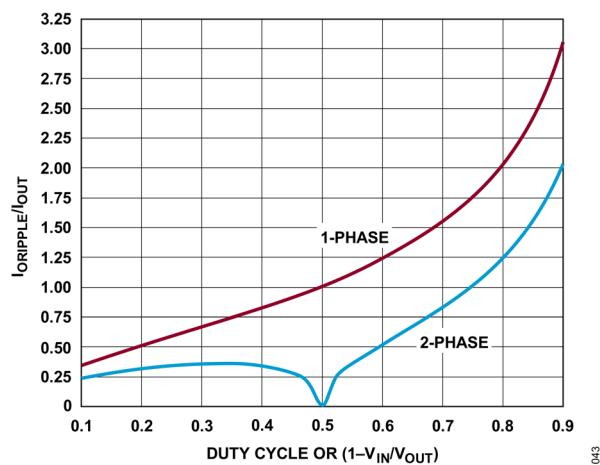

図43. 昇圧コンバータの正規化された出力コンデンサ・リップル電流（実効値）
2相構成の場合、式14に示す出力コンデンサのリップル電流要件は、図43に示すように低減できます。図43は、正規化された出力コンデンサ・リップル電流を、2相構成のデューティ・サイクルの関数として表したもので、比較のため単相構成の場合についても示しています。2相構成での出力コンデンサのリップル電流定格を選択するには、次の手順に従います。
2. 図43に示すように、最も厳しい最大正規化リップル電流を最大負荷電流のパーセンテージとして選択します。